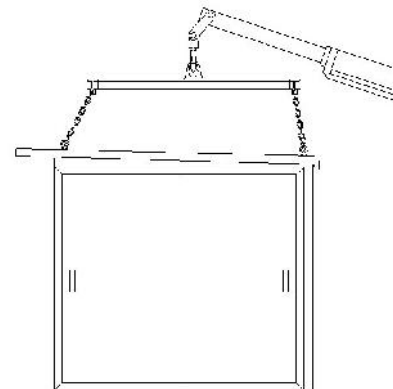

Fig.2
- utilizzo di bilanciere a 4 punti (fig.2)